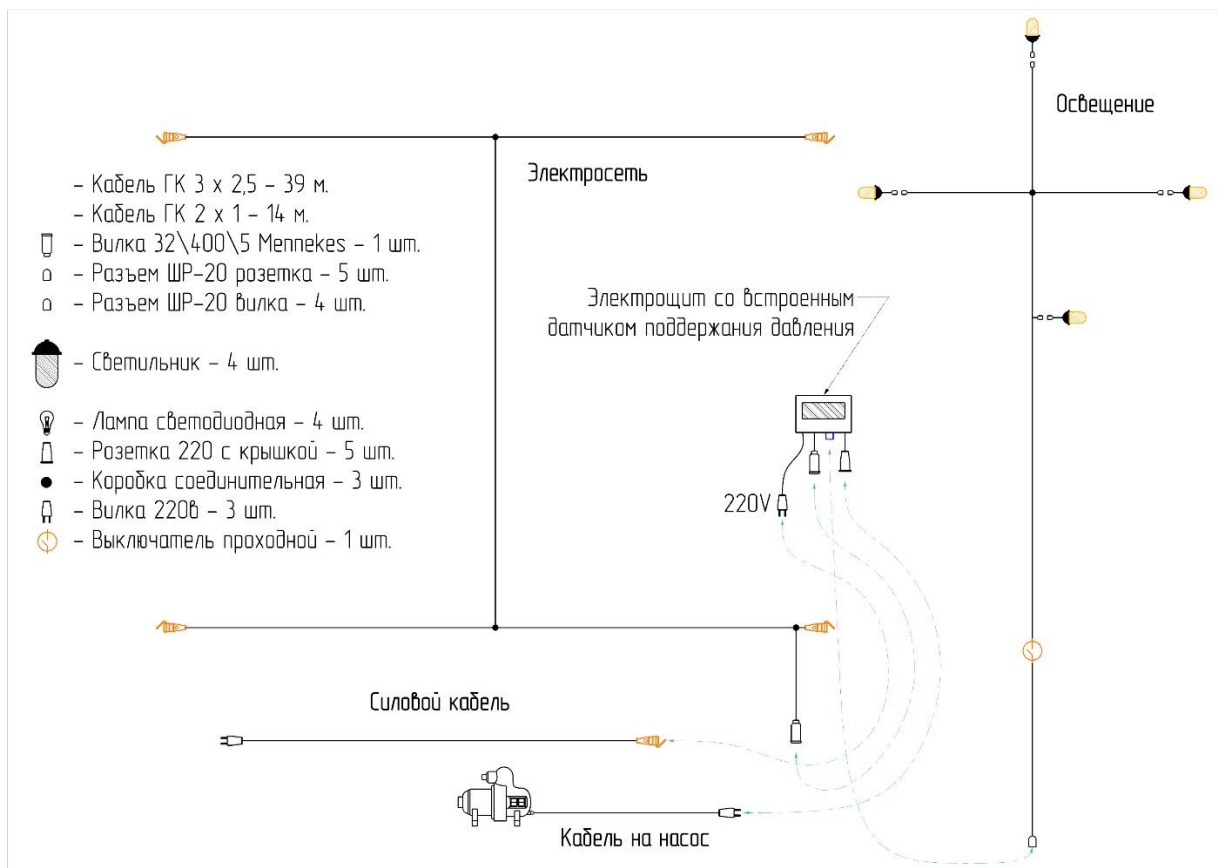

Рис. 3 Схема электросети ПКП
6.12. Подключить электрический кабель группы освещения, розеток к соответствующим выводам в блоке АПД (выводы на блоке АПД подписаны; схема подключения электротехнических узлов – рис. 3).